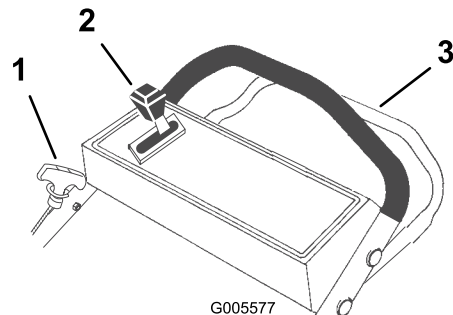

Figura 10
Los controles se encuentran en el manillar superior, según se muestra en Figura 10.
4. Sujete la barra de control contra el manillar superior (Figura 10).